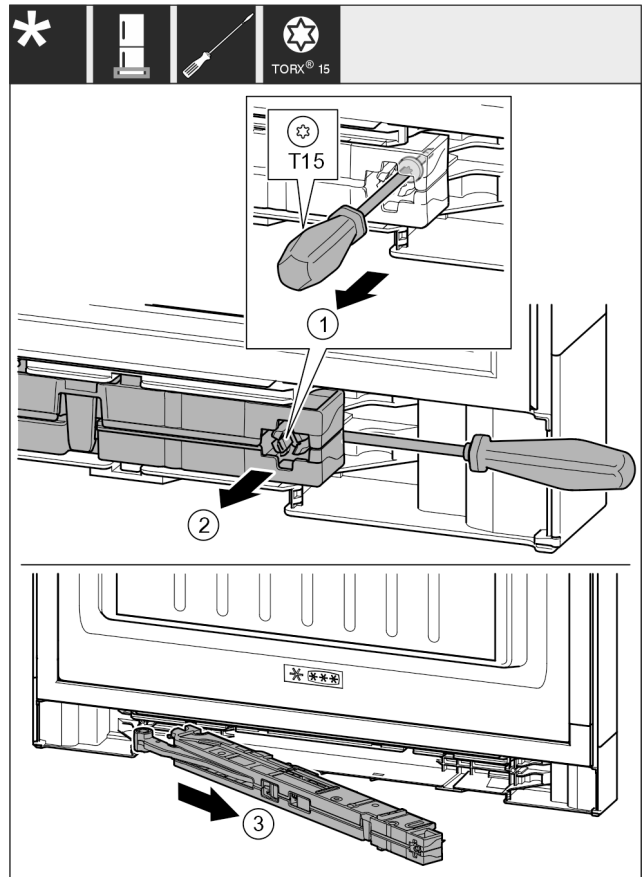

Fig. 21
- ▶ Schraube Fig. 21 (1) an Schließdämpfereinheit mit Schraubendreher 14 mm lösen.
- ▶ Schließdämpfereinheit Fig. 21 (2) griffseitig mit Schraubendreher nach vorne aushebeln.
- ▶ Schließdämpfereinheit Fig. 21 (3) herausziehen.